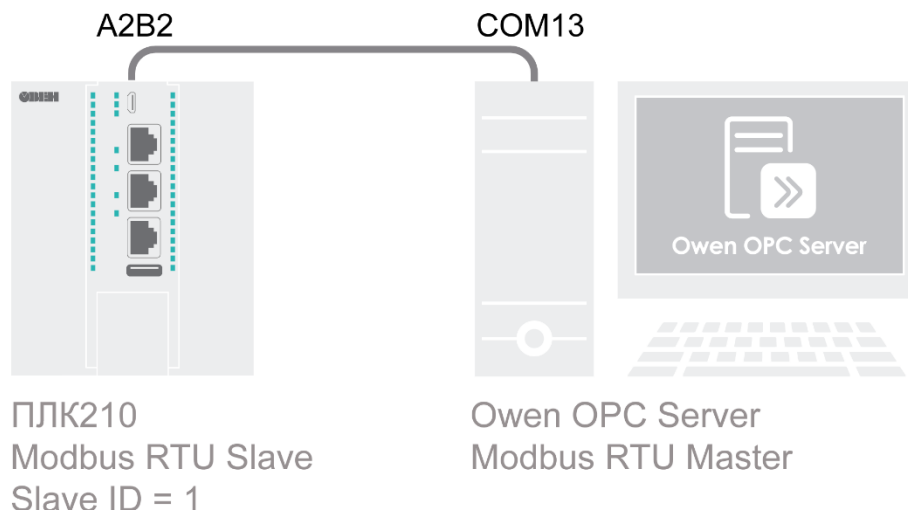

Рисунок 1 – Структурная схема примера
1. Подключить контроллер и ПК в соответствии с рис. 1.